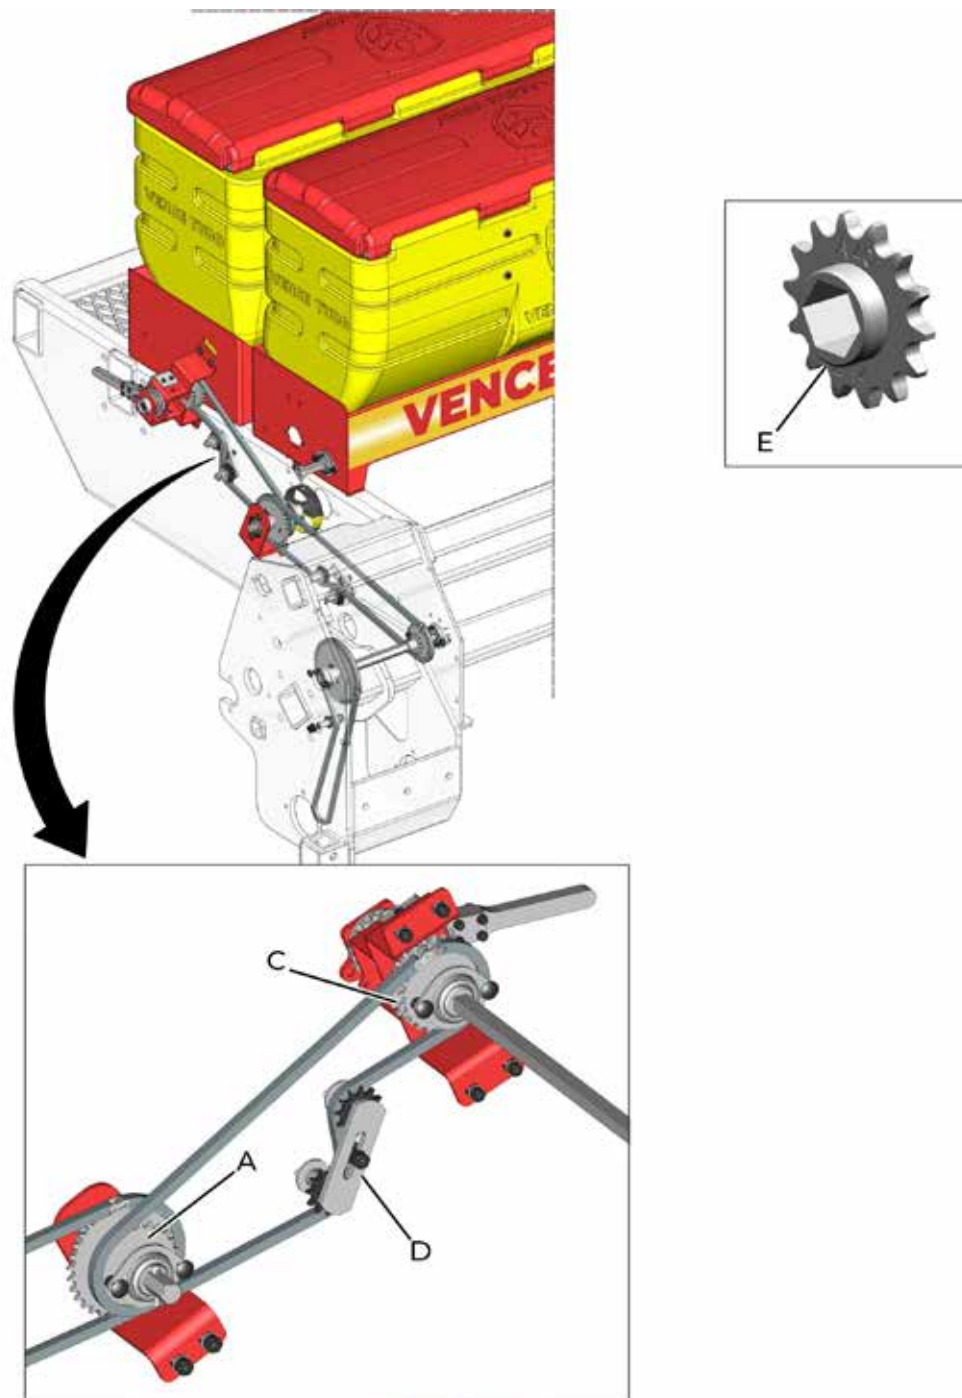

fig. 46
Para o plantio de sementes miúdas com a caixa distribuidora (B) (fig. 10, página 43), há mais uma opção de redução, por meio da engrenagem Z24 (A) (fig. 46) com a engrenagem Z24 (C). Para realizar a troca de engrenagem, afrouxe o esticador (D) e substitua a engrenagem Z24(A) para a engrenagem Z14 (E) que se encontra na caixa de acessórios.
O sistema de disco duplo da PAMPEANA possui arruelas de ajuste (H) (fig. 46, página 76), que estão montadas atrás da calota nilos. São duas arruelas de 0,4 mm montadas em cada disco de corte. Estas arruelas, tem a finalidade de dar a opção de ajuste para quando houver o desgaste dos discos de corte. Para ajuste dos discos, siga as seguintes instruções: